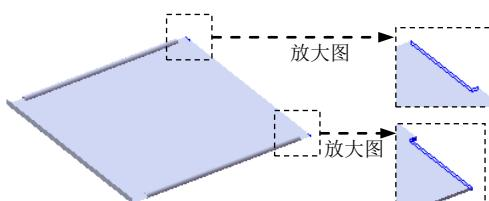
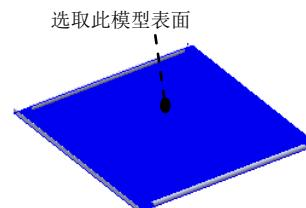
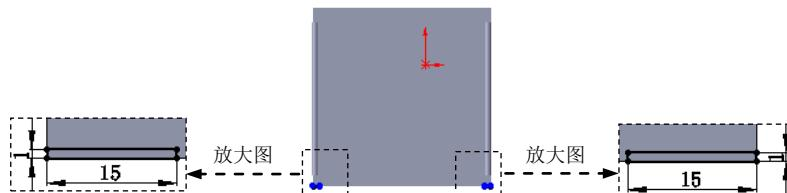

图 17.11.38 创建切除一拉伸 3
图 17.11.39 定义草图平面
图 17.11.40 横断面草图
Step9. 创建图 17.11.38 所示的切除一拉伸 3。选择下拉菜单 **插入(I)** → **切除(C)** → **拉伸(E)...** 命令；选取图 17.11.39 所示的模型表面作为草图平面，绘制图 17.11.40 所示的横断面草图；在 **方向1** 区域的 **下拉列表** 中选择 **完全贯穿** 选项。单击 **确定** 按钮，完成切除一拉伸 3 的创建。